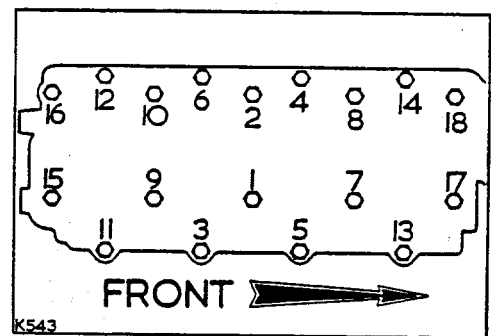

Abb. A1-77. Anzugsreihenfolge der Zylinderkopfschrauben
9. Alle verbleibenden Schrauben (siehe Abb. A1-77) gleichmässig lösen, und den Zylinderkopf mit Dichtung abheben.